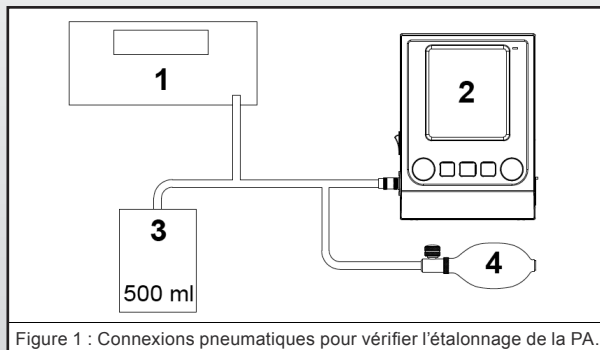

Figure 1 : Connexions pneumatiques pour vérifier l'étalonnage de la PA.
- 9.4.1.6 Effectuez les connexions nécessaires en vous servant du matériel énuméré dans la liste du matériel nécessaire. Consultez la figure 1 pour les connexions pneumatiques.